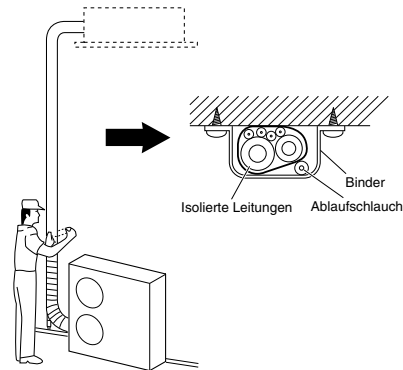

Abb. 5-10
- (1) Die Kühlmittelleitungen (und die elektrischen Kabel, falls die örtlichen Vorschriften dies erlauben) sollten mit Bewehrungsband in einem Bündel zusammengelegt werden. Um zu verhindern, dass durch Kondensationsbildung die Auffangwanne überläuft, muss der Ablaufschlauch von der Kühlmittelleitung getrennt verlegt werden.
- (2) Das Bewehrungsband von der Unterseite der Außeneinheit bis zum Ende der Leitung am Eingang zur Wand anbringen. Beim Umwickeln das Band jeweils um eine halbe Bandbreite überlappen.
- (3) Die gebündelten Leitungen an der Wand befestigen, wobei im Abstand von ungefähr einem Meter jeweils eine Halterung zu verwenden ist. (Abb. 5-10)